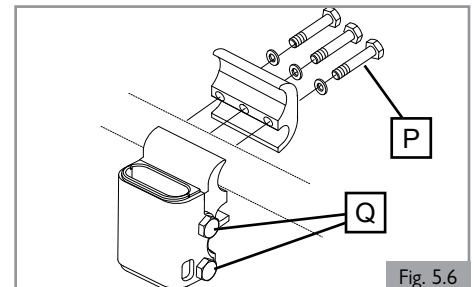

Fig. 5.6
5.5 Accoudoir réglable en hauteur à un seul montant (option) (Fig. 5.6 et 5.7)